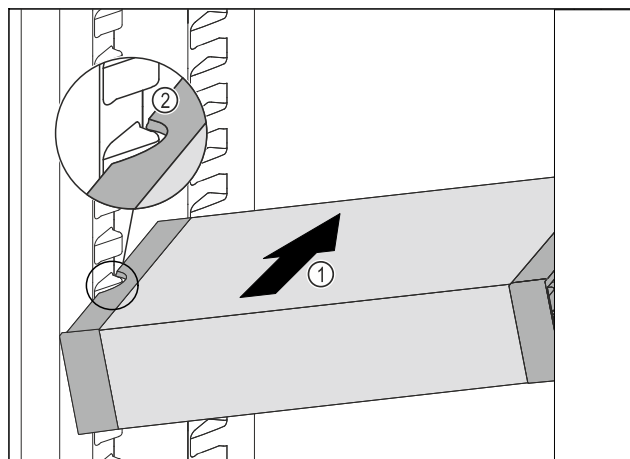

Fig. 178
- ▶ Zasuňte VarioSafe do chladničky pod úhlem tak Fig. 178 (1), aby vybrání na bocích Fig. 178 (2) VarioSafe byla na úrovni žebrování na nádobě v chladničce.